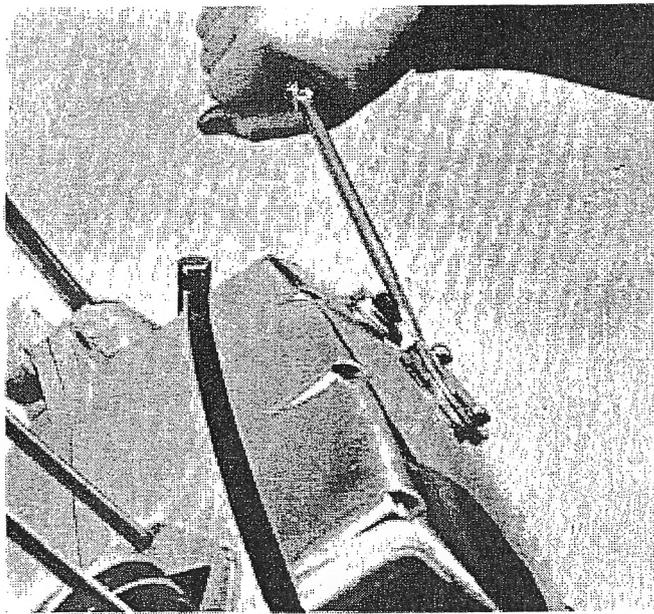

FIG. 7
3. Con un destornillador grande o uno de golpe, afloja los 10 tornillos que aprietan la tapa del cárter de la transmisión primaria. Utilizando el mismo destornillador, afloja la tapa metiendo la punta del destornillador en el borde de la tapilla de ajuste del embrague (con el anagrama de Ossa dibujado), apoyando la base del mismo en el eje de la palanca de arranque como muestra la (Fig 7) levántala hasta que puedas meter los dedos entre la tapa y el carter y entonces sepárala del todo.